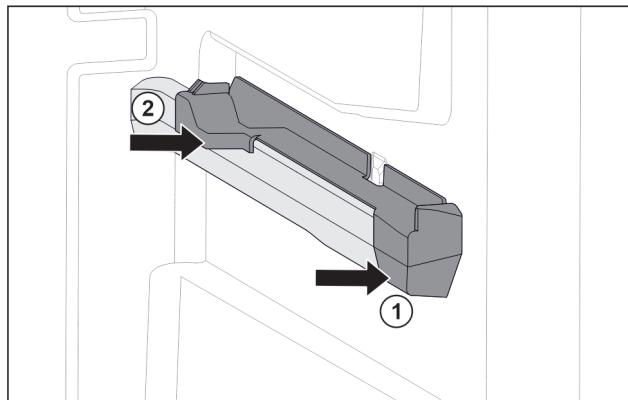

Fig. 98 Nasazovací díl na pravém žebrování na nádoby
- Nasadte nasazovací díl na žebrování na nádoby. Fig. 98 (1)
- Přitlačte nasazovací díl k zadní části. Fig. 98 (2)